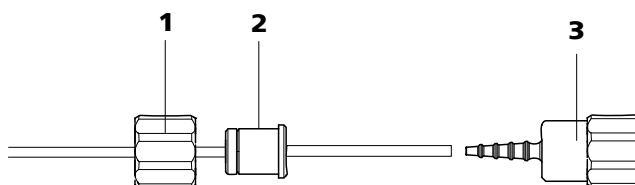

Figura 34 Instalación de una conexión de tubo de bomba sin filtro
- **Caso B:** una conexión de tubo de bomba **sin filtro** 6.2744.160 (véase Figura 34, página 62).